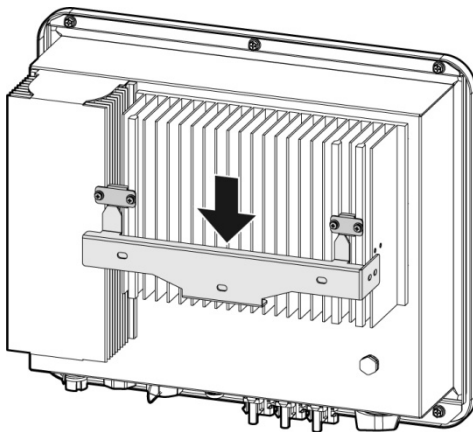

Figura3-11 Pendure o inversor no suporte de instalação
- Etapa 5 Levante o inversor e pendure-o no suporte de instalação, conforme mostrado na Figura3-11.